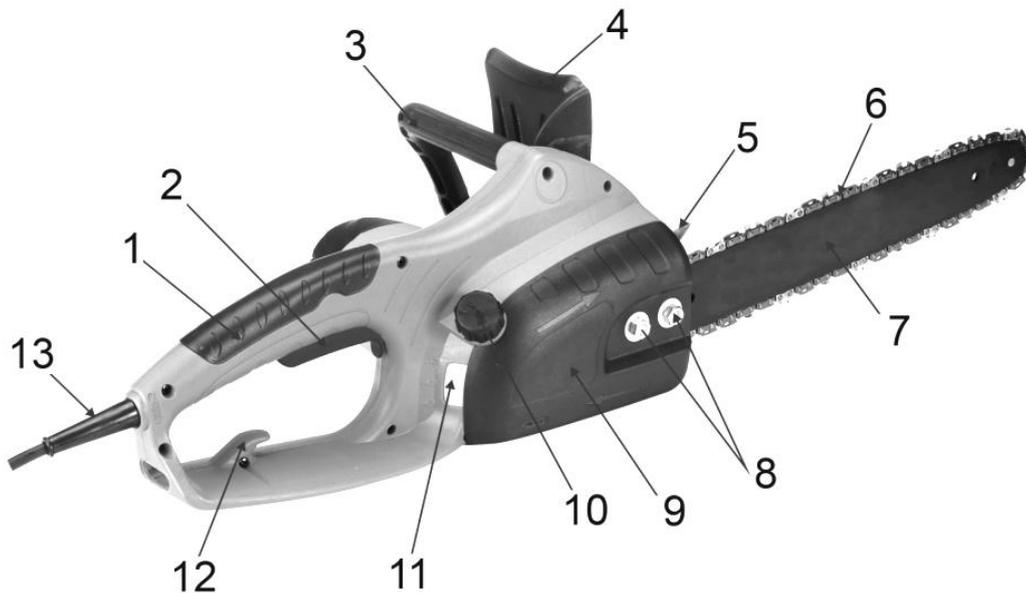
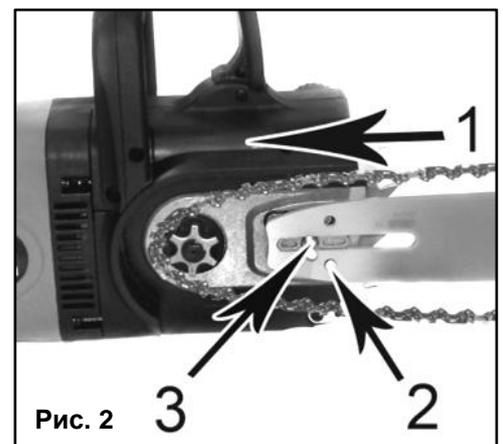

Рис. 1
Рис. 2
#### **Щиток тормоза цепи (4)(См. Рис.1).**
- Для безопасности, цепная пила оснащена инерционным тормозом цепи (4)(См. Рис.1). Тормоз цепи также может включиться автоматически в случае резкого, сильного отскока, который вызывается прикосновением конца пилы к древесине во время работы. Тормоз цепи установлен, чтобы блокировать пильную цепь перед стартом и для моментальной остановки в экстренных случаях.
- Убедитесь, что щиток тормоза цепи (4) сдвинут в положение ВКЛ (вперед) (См. Рис. 1).
- Отвинтите две крепящие гайки шины (8) (См. Рис. 1).
- Снимите крышку тормоза цепи (9), потянув ее вверх.
- Установите пазовую часть пильной направляющей шины на шинные болты. Совместите выравнивающий штифт и его посадочное отверстие в направляющей шине (2). Продвиньте шину немного вперед на муфту сцепления (Рис. 2).
- Открутите крышку наливной горловины бака (10)(См. Рис.1).
- Залейте необходимый объем масла в бак, контролируя его уровень по мерному окну (11)(См. Рис.1).